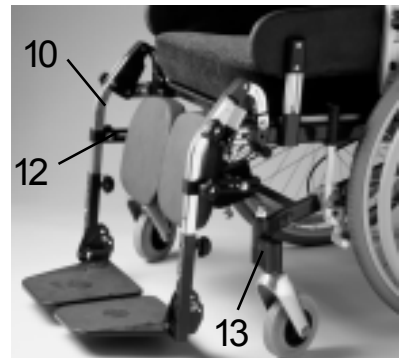

bild 12b
Detta benstöd medger ett sittande med 90° knävinkel. För att åstadkomma detta är både benstödsrören, (10) bild 12b och vadplattsrören (12) bild 12b av annat utförande än standard. De är avtagbara och regleras på samma sätt som standard benstöd, se sid 11, men kan inte vinklas lika högt.
Benstöd 90° kräver att rullstolen är utrustad med länkhjulsadapterar, se (13) bild 12b, samt 125 mm länkhjul. Dessa mindre länkhjul kan förändra köregenskaperna något vid körning utomhus.